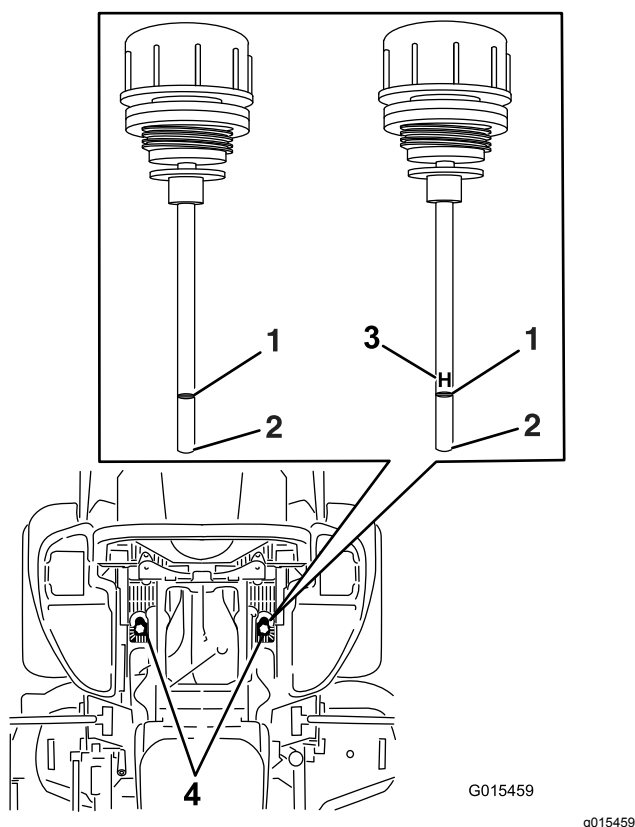

Figura 94
6. Limpe a zona em torno da vareta dos reservatórios do sistema hidráulico (Figura 94).
7. Retire uma vareta do reservatório hidráulico (Figura 94).
9. Retire a vareta do óleo e verifique a extremidade (Figura 94).